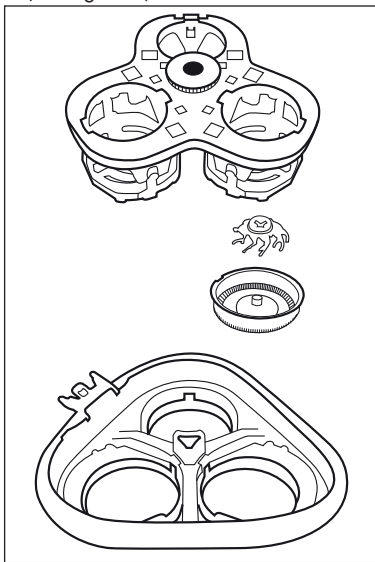

Figure 1
- 1) Appuyez sur la touche de déverrouillage ④. L'unité de rasage ② s'ouvre d'un coup.
- 2) Expanse un peu l'unité de rasage ② afin qu'elle se laisse extraire par le haut.
- 3) Appuyez un peu sur la couronne dentée noire et tournez-la doucement en sens inverse des aiguilles d'une montre jusqu'à ce qu'il soit possible de soulever la fixation des têtes de rasage et de la retirer (voir figure 1).
- 5) Remontez l'unité de rasage ❷. À cette fin, servez-vous de la figure 1 :
- Placez les 3 têtes de rasage dans les évidements que comporte la tête de rasage ❷. Veillez ce faisant à ce que les entailles sur le bord des tête de rasage appliquent contre les crans dans l'orifice.